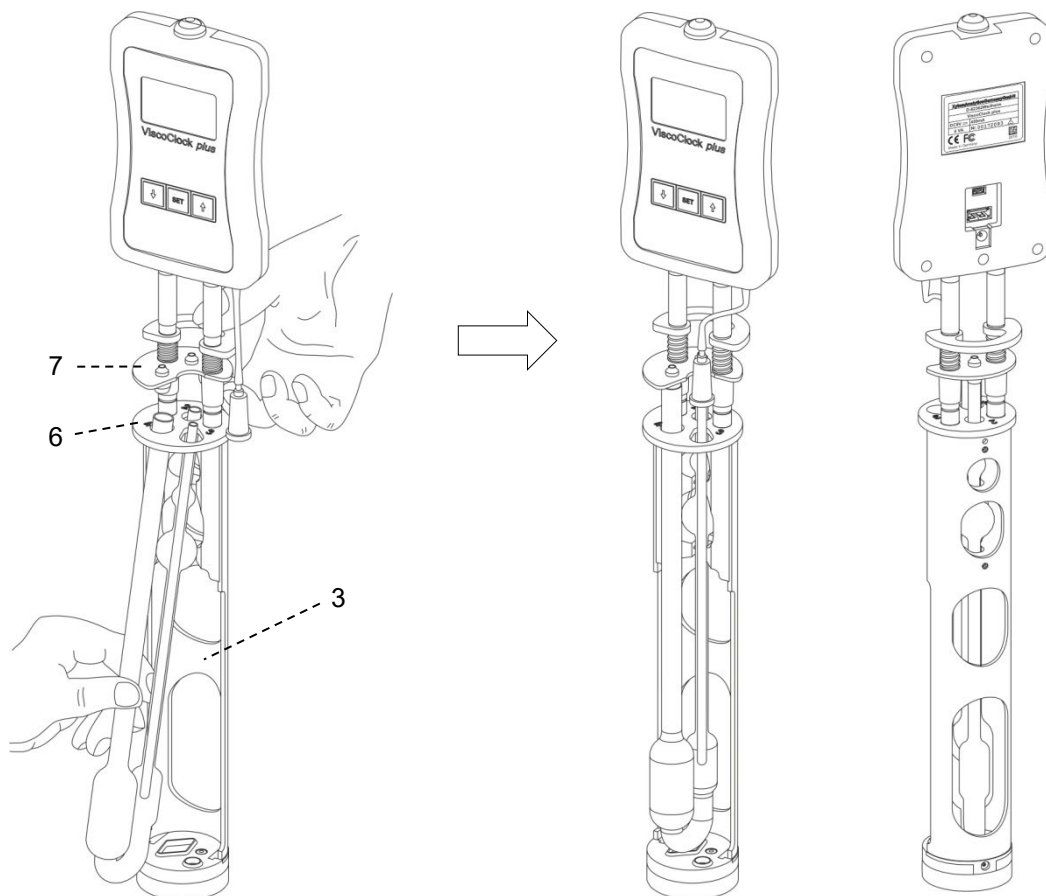

Abb. 3 Einsetzen von Viskosimeter in die ViscoClock *plus*
Fixierungsplatte (7) gegen Griffplatte (9) hochdrücken (siehe  Abb. 3).
- Viskosimeter schräg von unten durch die Führungsplatte (6) einführen und senkrecht in das Zentrierprisma (2) einsetzen.